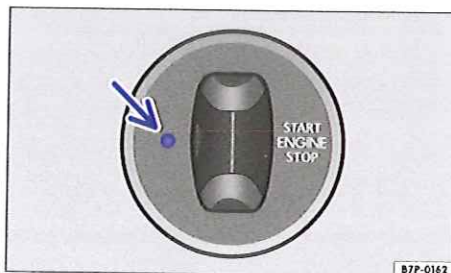

Fig. 259 Contact-démarrreur : dispositif de déverrouillage d'urgence de la clé du véhicule.
- Appuyez brièvement sur le dispositif de déverrouillage d'urgence → fig. 259 (flèche) avec un stylo ou un objet similaire.